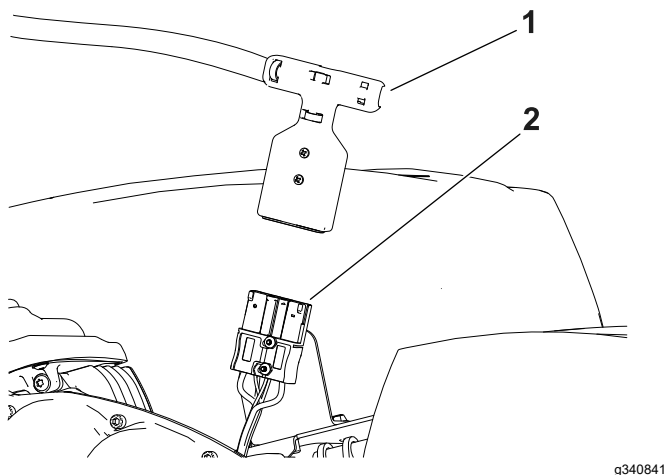

Figure 24
4. Débranchez le connecteur à poignée en T du faisceau de câblage principal au connecteur d'alimentation principale sur le socle de la batterie (Figure 24).